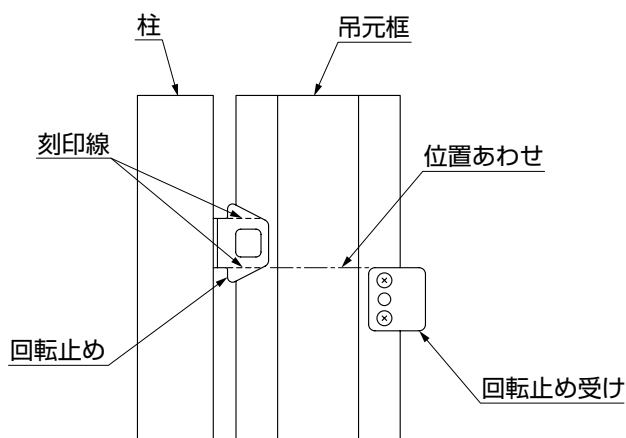

図4-2
- ⑤回転止めの位置を調整し、回転止め本体のネジをしっかりと固定してください。(図4-2参照)
- 回転止めの固定の際、回転止めの刻印線と回転止め受けの上面を合わせてネジをしっかりと固定するようにしてください。(図4-2参照)